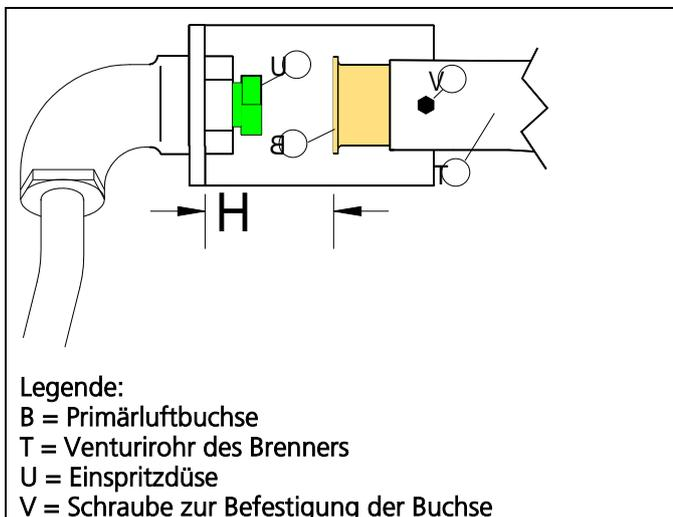

Abb. 6
3.4 Ersatz der Einspritzdüse und Einstellung der Primärluft (Abb. 6)